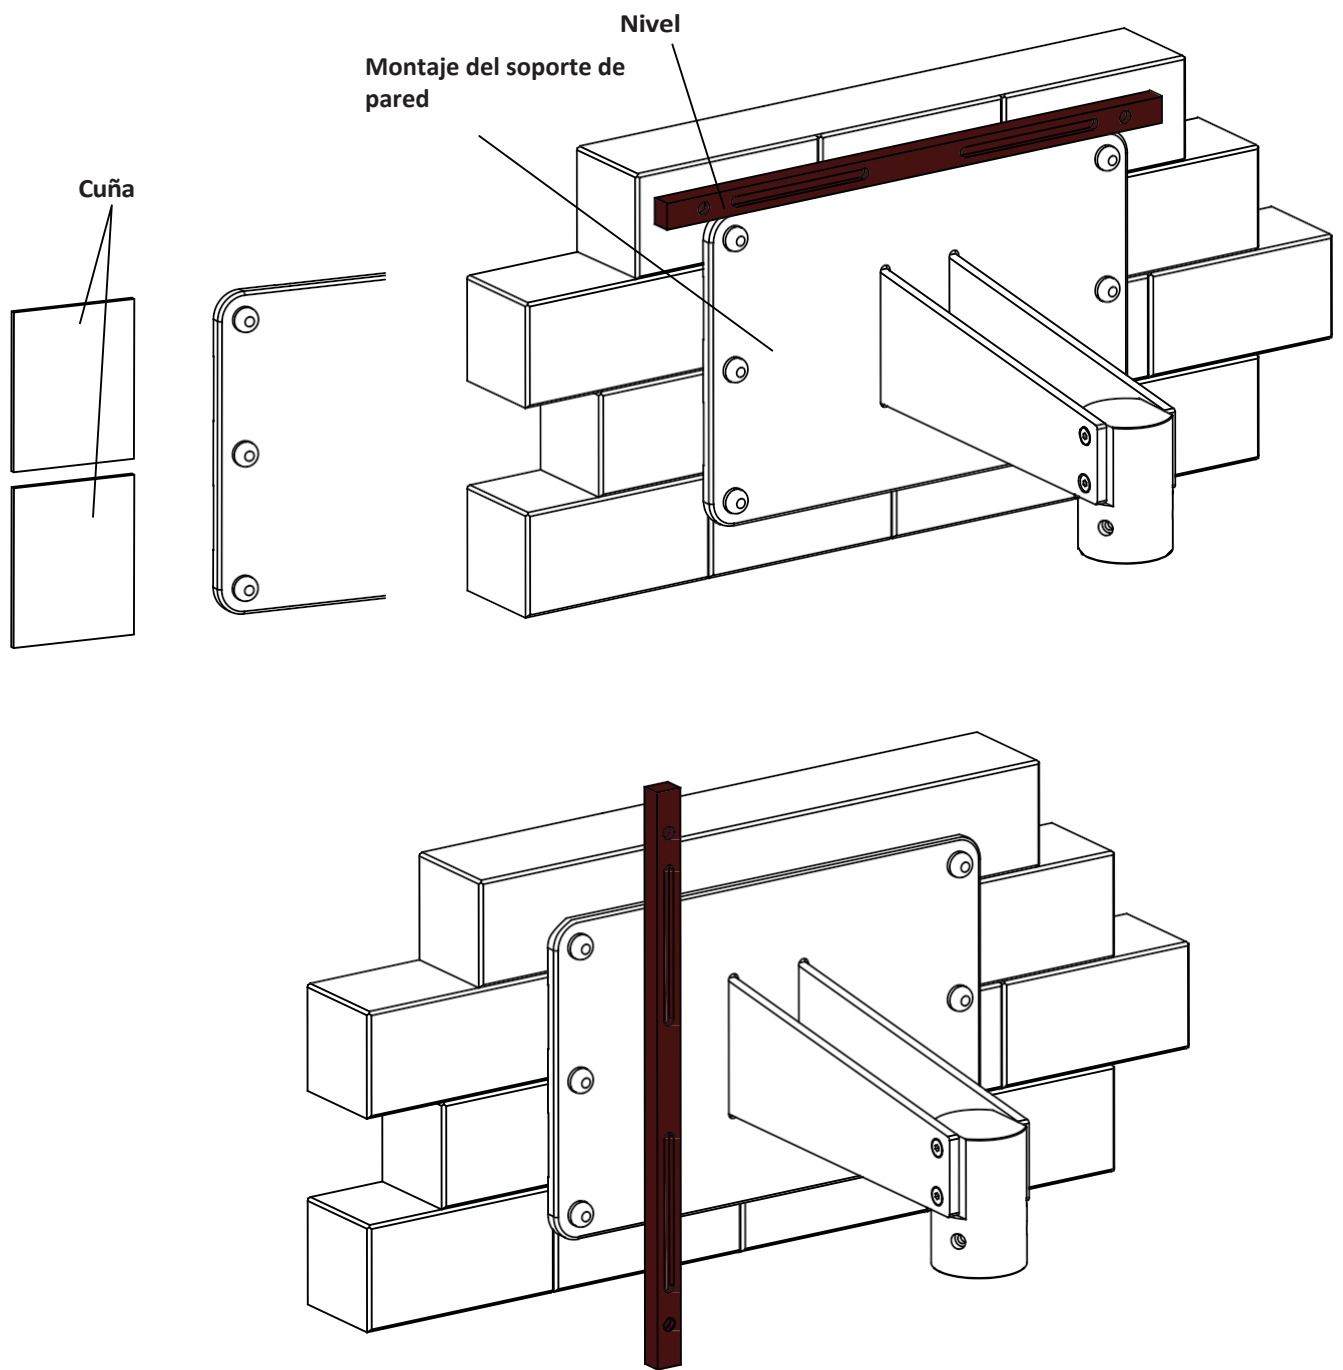

Figura 30
2. Coloque un nivel en la parte superior de la placa trasera para comprobar la nivelación horizontal. Véase la figura 30.
3. Utilice una llave de carraca con llave de vaso de 17 mm para aflojar ligeramente los seis (6) pernos de palanca situados en las esquinas de la placa trasera.
5. Coloque un nivel verticalmente a lo largo de la cara de la placa trasera, a ambos lados, para asegurarse de que quede perpendicular al suelo. Véase la figura 30.
7. Compruebe el otro lado e inserte cuñas según sea necesario; a continuación, apriete los pernos de palanca. Véase la figura 30.